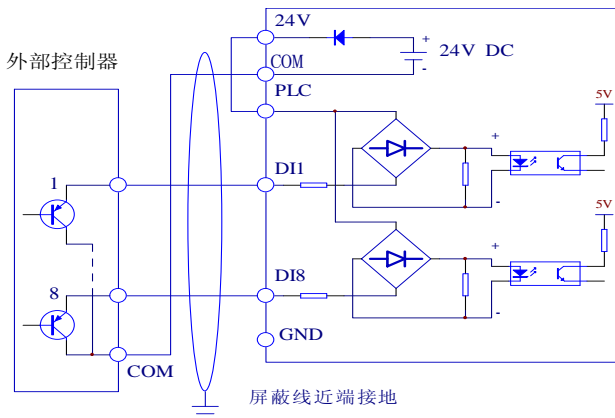

图3-23 使用变频器内部+24V电源的源极连接方式
- 1) 使用变频器内部+24V电源, 外部控制器为NPN型的共发射极输出的源极连接方式, 如图3-23所示。